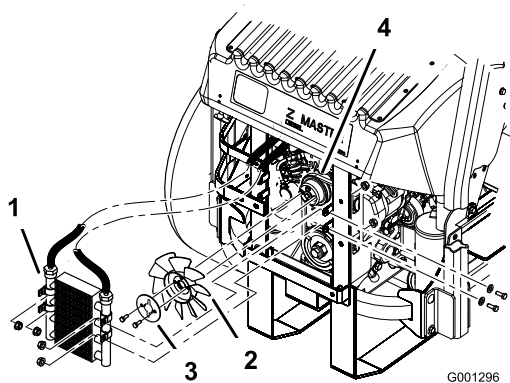

Bild 67
- Nehmen Sie die vier Schrauben ab, mit denen der Öl Kühler befestigt ist. Positionieren Sie den Öl Kühler seitlich (Bild 67).
- Nehmen Sie die zwei Schrauben ab, mit denen der Lüfter und die Lüfterplatte an der Maschine befestigt ist (Bild 67).
- Montieren Sie den Lüfter und die Lüfterplatte mit den zwei vorher entfernten Schrauben (Bild 67).
- Montieren Sie den Öl Kühler mit den vier vorher entfernten Schrauben (Bild 67).